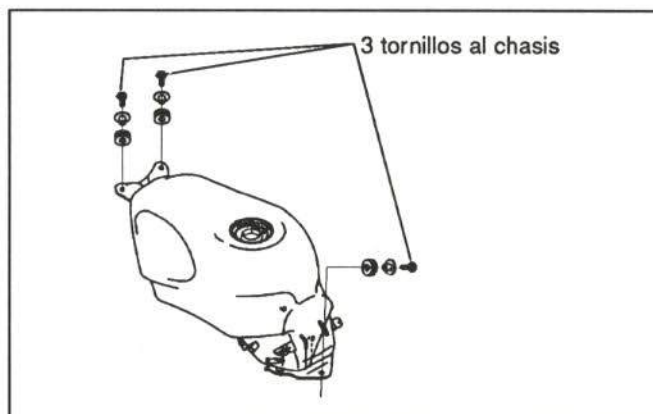

Figura 35.- Fijación del depósito de combustible
En la figura 35 se muestra su fijación.
- Depósito (figura 35)